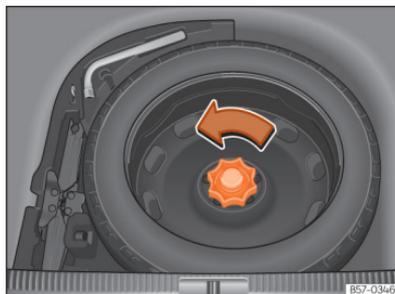

Fig. 248 Na bagageira: piso de carga levantado.
- Mova a roda no sentido contrário ao dos ponteiros do relógio »» Fig. 248.